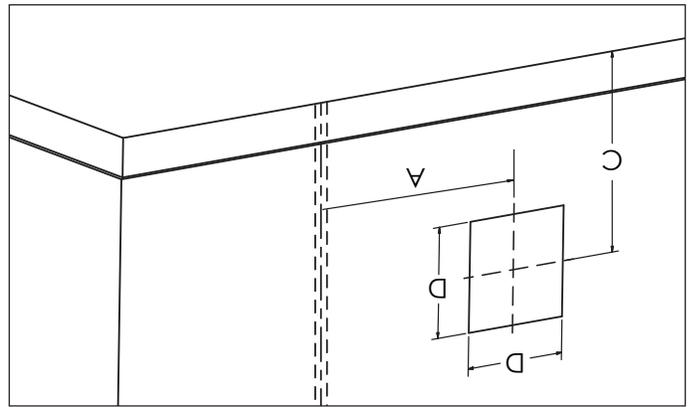

Figure 17
2. En tenant compte des dégagements minimaux mentionnés dans le tableau 2, repérez le montant mural le plus proche (qui servira à maintenir l'appareil) et marquez le centre du trou carré à une distance « A », (si le montant mural est à droite), ou « B », (si le plot est à gauche)(voir tableau 2 et figures 17 et 18). Remarque: Utilisez l'écran thermique pour maintenir le support en place lors du marquage des emplacements des trous carrés.